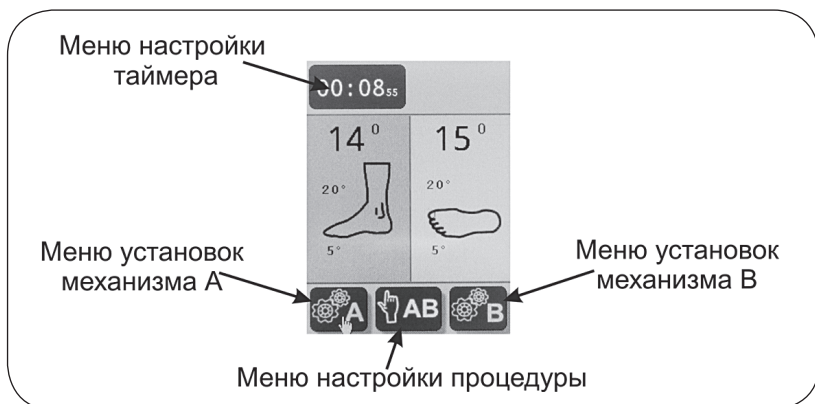

Рисунок 7.4 – Дисплей режима готовности
По окончании загрузки на дисплее отображается дисплей режима готовности (см. рис. 7.4).
### 7.2. Дисплей режима готовности (см. рис. 7.4).
После однократного нажатия любой кнопки Аппарат перейдет в режим «Пауза», о чем сообщит мигающая в зоне С пульта управления иконка . При этом дисплей находится в режиме готовности (см. рис. 7.4): иконки панели становятся активными, и появляется возможность оперативно изменить (скорректировать) режим работы аппарата.
Задание амплитуды движения (углов подошвенного (тыльного) сгибания/пронации (супинации)) Амплитуда движения это рабочий диапазон, внутри которого происходит движение исполнительных механизмов каждого двигателя. Настраиваются крайние положения. Минимальные и максимальные значения индивидуальны для каждого пациента и режима работы. Шаг настройки - 1°. Настройка амплитуды может осуществляться двумя способами: 1. Аппарат находится в стационарном состоянии. Пользователь знает требуемый диапазон. 1.1. Для задания амплитуды движения для мотора А необходимо зайти в меню установок механизма А (рис.7.4).
2.1. Зайти в меню установок механизма А (рис.7.4).
2.5. Зайти в меню установок механизма В (рис.7.4) и повторить действия по п. 2.2 - 2.4 для задания верхнего значения амплитуды движения мотора В.